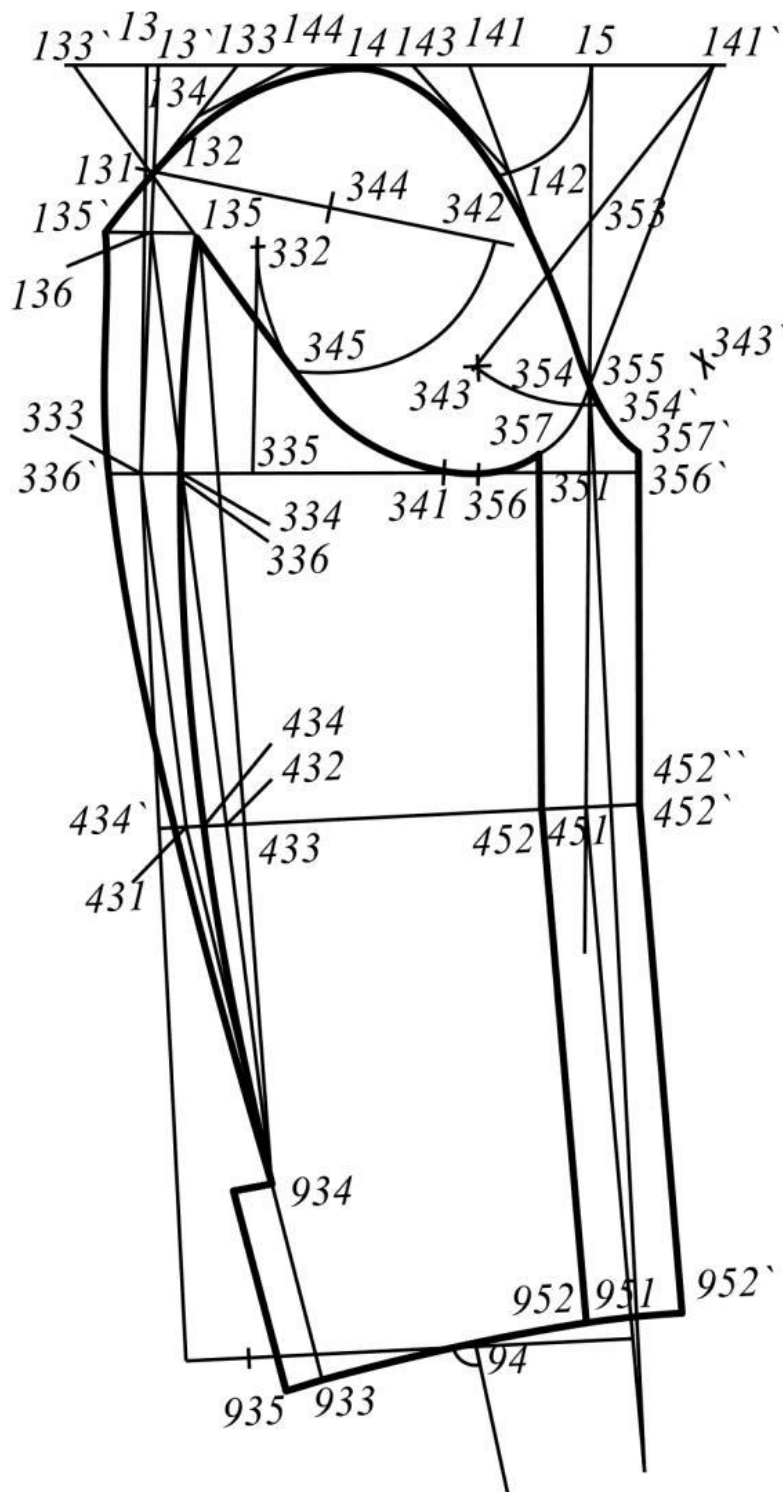

Рисунок 7.3
7.4 Построение чертежа конструкции двухшовного рукава выполняется на чертеже БК рукава мужского пиджака (рис. 7.3).